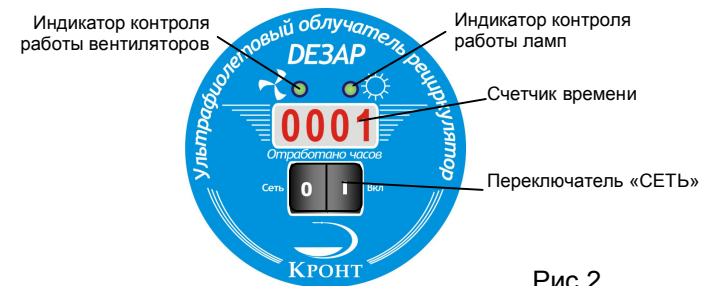

Рис.2
- 5.10. Световые индикаторы, расположенные на панели управления, контролируют поступление напряжения питания на лампы и вентиляторы. При отсутствии напряжения индикатор гаснет. Изображения лампы и вентилятора нанесены рядом с соответствующими световыми индикаторами (рис. 2).